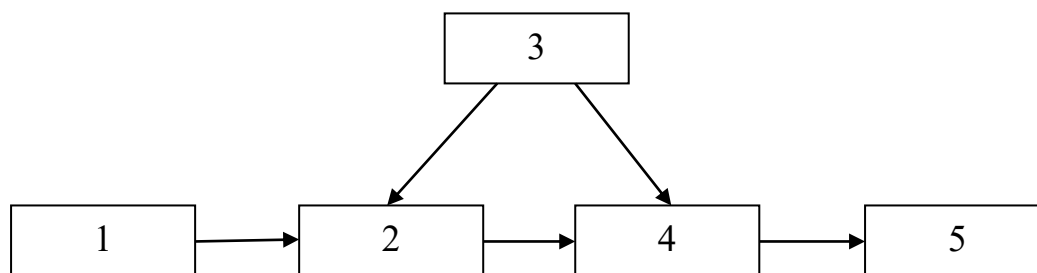

Рис. 4.5 Сітка типу «вершини – події»
- *моделі «вершини – події»* (кожна робота визначається і, номером - початок - закінчення. Робота визначається стрілками між двома вузлами і номерами вузлів, які вона пов'язує (рис. 4.5));